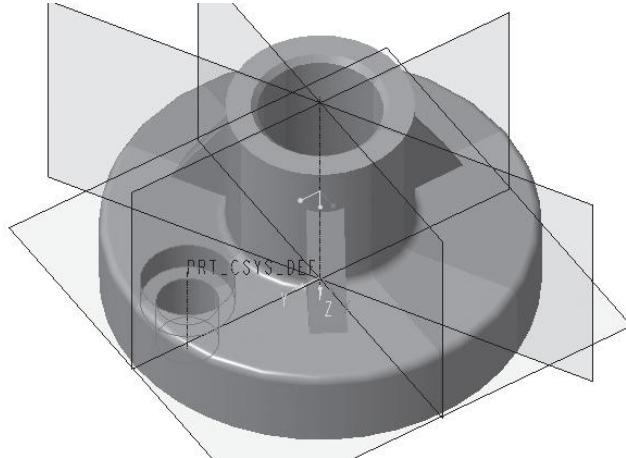

图 2-2-43 旋转实体模型 2
(2) 单击“草绘视图”按钮，绘制如图 2-2-42 所示的草图。单击“草绘”操控板上的“确定”按钮，回到旋转菜单，单击“移除材料”按钮，在“旋转设计”操控板上单击“确定”按钮，生成如图 2-2-43 所示的旋转实体模型。